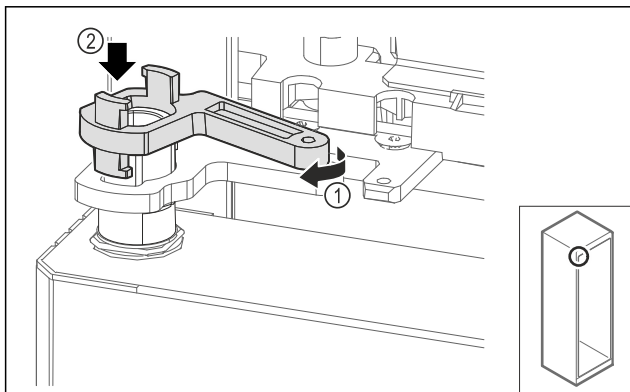

Fig. 65
- Ruotare leggermente il fissaggio del blocco di supporto Fig. 65 (1) e posizionarlo sul manicotto Fig. 65 (2).